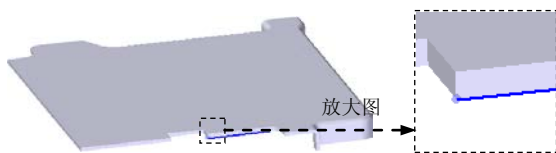

图 8.4.20 选取路径
(1) 选择命令。单击“主页”功能选项卡中“钣金”工具栏中的“轮廓弯边”按钮^{轮廓弯边}。
(2) 定义特征的截面草图。
① 选取路径。在系统的提示下，选取图 8.4.20 所示的模型边线为路径，在“轮廓弯边”命令条中的^{位置}文本框中输入值 0，并按 Enter 键，进入草图绘制环境。